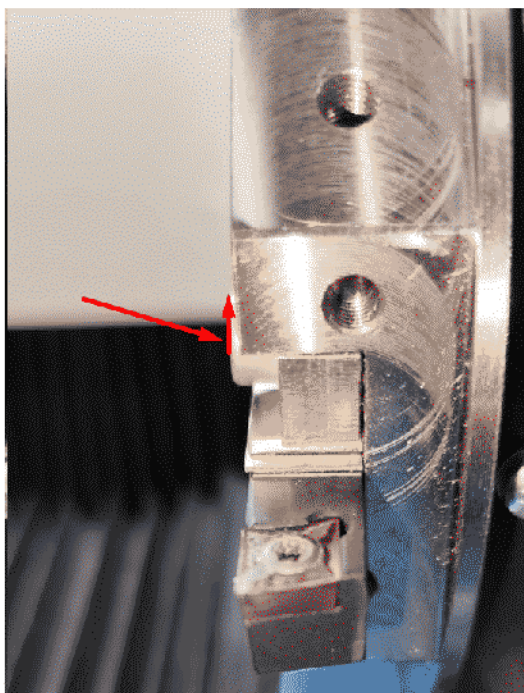

Рисунок 2.8 - Ослабление
1. Ослабление винтов прижима (против часовой стрелки) (Рисунок 2.8);